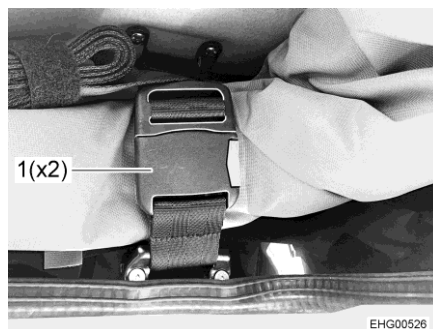

Bild 47 Bärtlås
- Öppna båda bärtlåsen (Bild 47,1).